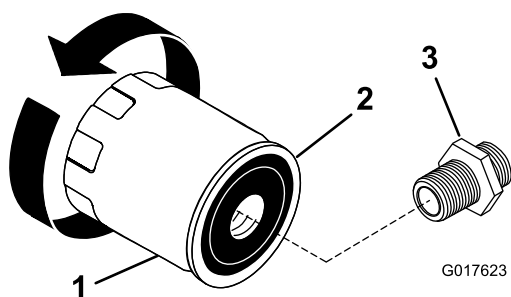

Figura 21
3. Togliete il filtro usato e pulite la superficie della guarnizione dell'adattatore del filtro (Figura 21).
4. Spalmate un velo di olio nuovo sulla guarnizione di gomma del nuovo filtro dell'olio (Figura 21).
6. Girate il filtro in senso orario finché la guarnizione di gomma non tocca l'adattatore, quindi serrate il filtro di un altro $\frac{1}{2}$ o $\frac{3}{4}$ di giro (Figura 21).